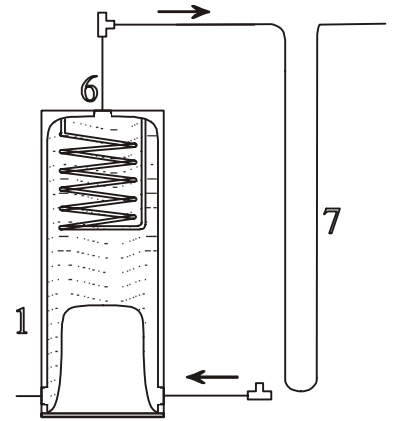

Рис. 24.1.
1. Применение V-образного узла. (Рис. 24.1.)